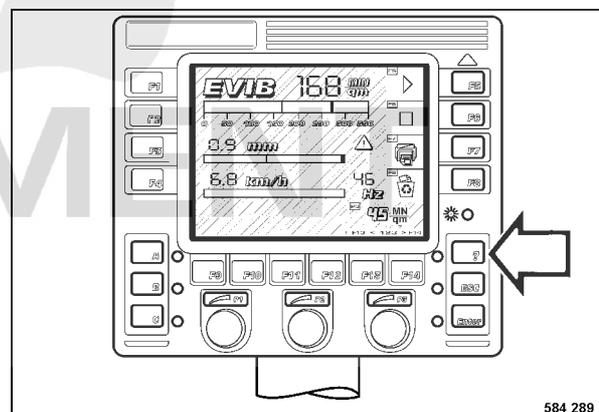

fig. 129
- Confirmer avec la touche "?" (menu). (fig. 129).